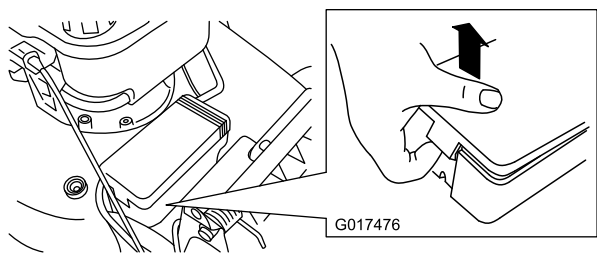

Figure 31
2. Dégagez les deux extrémités du couvercle de la batterie et déposez le couvercle (Figure 31).